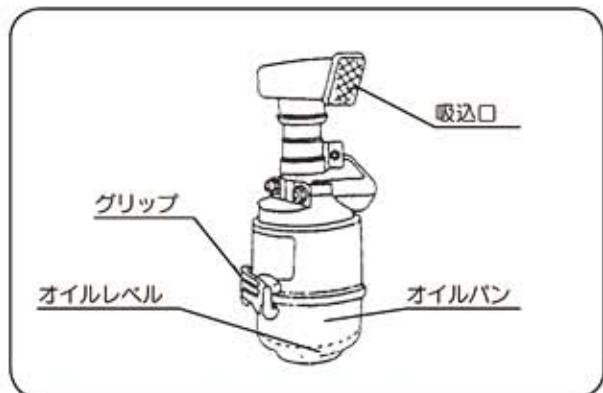

図34
- ②ミッションケース下部にある排油口ボルトを取り外して汚れたオイルを流し出してください。 (図34)
①グリップを外し、オイルパンおよびエレメントを取り外してください。（図34）
②オイルが不定しているときは、オイルレベルまで補充してください。汚れがひどいときはオイルパン・エレメント共、白灯油で洗浄しエレメントはエンジンオイルに浸し滴下しない程度に振り切ってください。（図34・35）
④エアクリーナの吸込み口をホコリの少ない方向（ハンドル側）に向けてください。（図34）